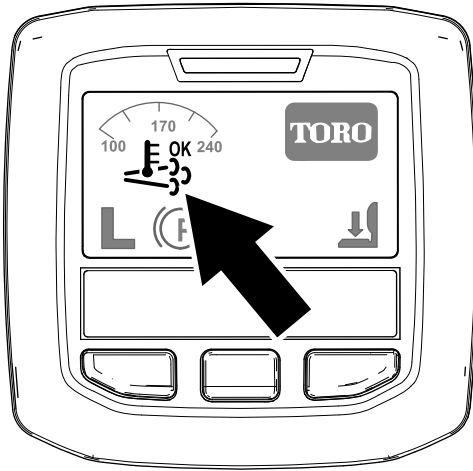

Figure 26
- L'icône de régénération assistée/commandée s'affiche dans l'InfoCenter (Figure 26).